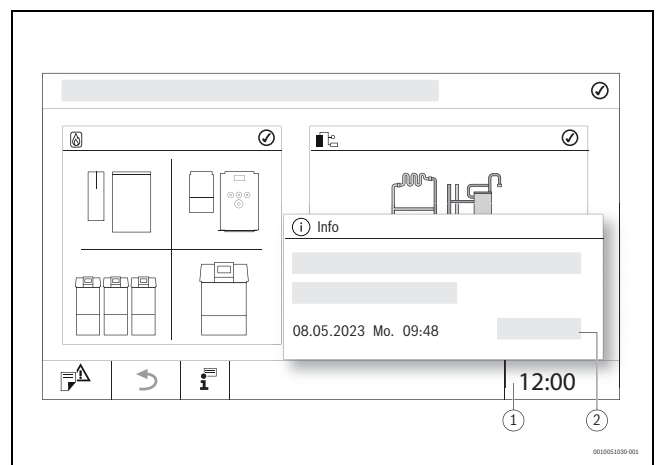

Рис. 13 Изменение времени системы
- ▶ Нажмите на время (→ рис. 13, [1]).
- ▶ Нажмите **Сохранить** (→ рис. 13, [2]).